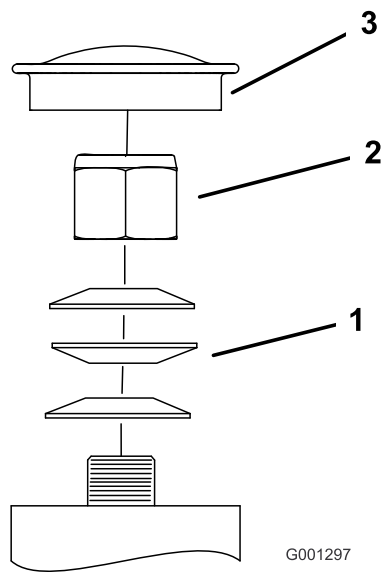

Figura 64
3. Retire el tapón anti-polvo de la rueda giratoria y apriete la contratuerca (Figura 64).
4. Apriete la contratuerca hasta que las arandelas de muelle estén planas, luego afloje 1/4 de vuelta para establecer la pre-carga correcta de los cojinetes (.)Figura 64
Importante: Asegúrese de que las arandelas de muelle están correctamente instaladas, según se muestra en Figura 64.
5. Coloque el tapón anti-polvo (Figura 64).